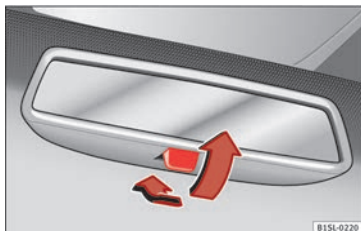

Fig. 146 Retrovisor antideslumbrante manual.
- Para oscurecer el retrovisor, tire de la palanca hacia atrás » **fig. 146**.